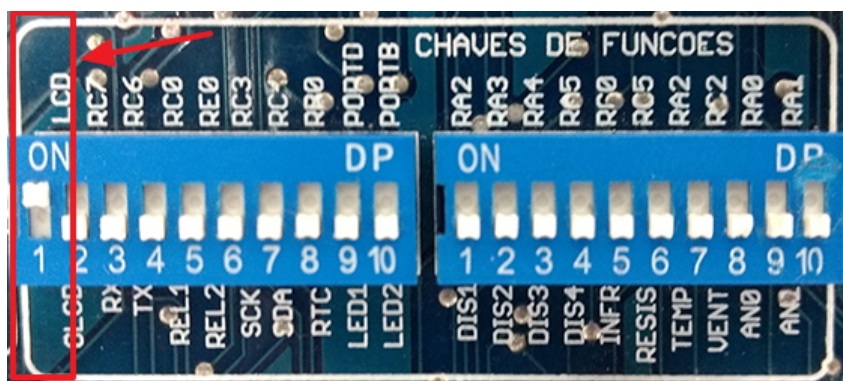

Figura 36: Configuração das chaves DIP.
- **OBS 2:** Para execução do exemplo desta aula e do exercício prático, atente-se para que as chaves DIP do kit estejam configuradas da seguinte maneira: ligue a chave “GLCD-LCD” (posição “ON”) para que o *display* LCD possa funcionar corretamente. A Figura 36 exhibe a configuração das chaves.